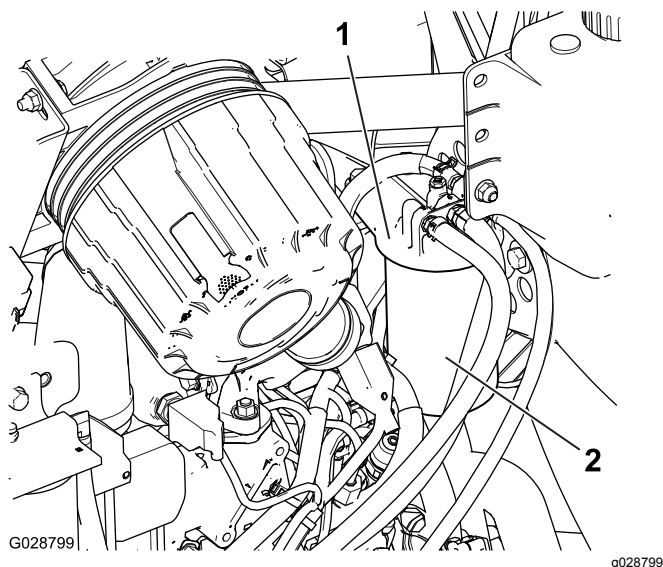

Рисунок 72
1. Очистите поверхность вокруг головки топливного фильтра (Рисунок 72).
2. Снимите фильтр и очистите монтажную поверхность головки фильтра (Рисунок 72).